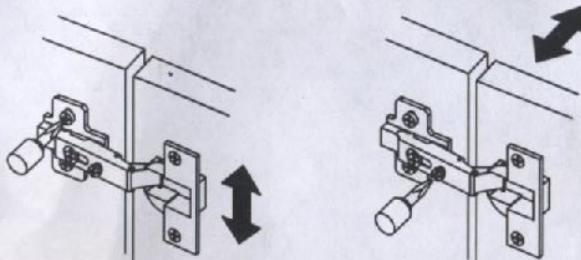

рис.2
11. Регулировку двери производить с помощью винтов в петлях и ответных планках, добиваясь равномерного прилегания двери к изделию, одинаковых зазоров, а также открывания и закрывания двери без заеданий. (рис.2)